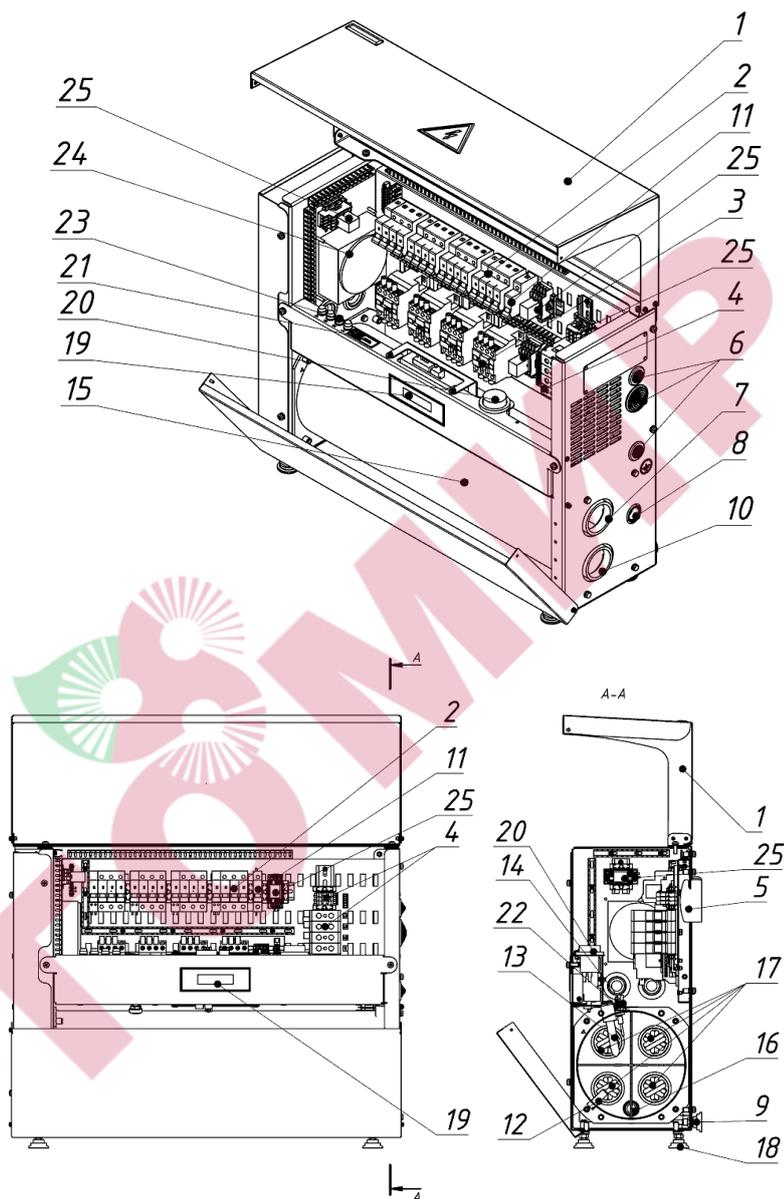

Рис. 1
- 4.6. При помощи автоматических выключателей (Рис.1), (2) "QF1", "QF2", "QF3" "QF4" можно принудительно отключить нужную ступень водонагревателя.
- 4.18. Внутри водонагревателя (Рис.1), установлены регулируемый термоограничитель (20) и термовыключатель (14) Регулируемый термоограничитель обеспечивает плавную регулировку максимальной температуры нагрева воды от 0-86 $^{\circ}\text{C}$.
- 4.20. При нагреве воды выше 90 ± 3 °С, срабатывает аварийный термовыключатель по температуре, нагрев отключается, контроллер выключается. После выключения новый пуск возможен только вручную. Перед запуском необходимо установить причину перегрева и устранить ее. Для возобновления работы необходимо нажать кнопку, расположенную сверху термовыключателя (14) Рис. 1.
- 4.27 В режиме «резервного управления» можно уменьшить количество включённых ступеней мощности при помощи автоматических выключателей (Рис.1), (2) "QF1", "QF2", "QF3" "QF4", для уменьшения скачков напряжения в сети.
- 6.20. При установке водонагревателя, в патрубок предохранительного клапана (8) Рис. 1 необходимо установить предохранительный клапан на 0,6 МПа (в комплекте).
- 6.24. **На патрубок входа (10) Рис. 1 холодной воды в водонагреватель должен быть установлен комплект подводящей запорной арматуры, обратный клапан и фильтр** (Заказываются опционально).
- 6.25. Отвод горячей воды осуществляется от патрубка (7) Рис. 1, расположенного в верхней части водонагревателя